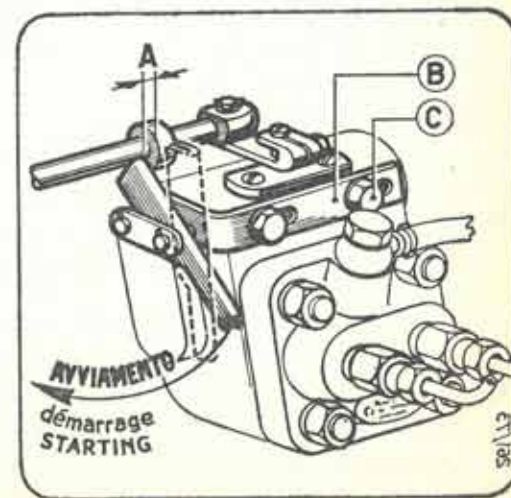

Fig. 15 - LEVETTA SUPPLEMENTO COMBUSTIBILE
a) Dare il supplemento combustibile spingendo la levetta nella posizione **avviamento**, (come indicato nella fig. 15).